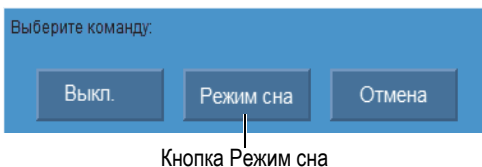

Рис. 2-3 Выбор режима сна
Появится сообщение «Выберите команду» (см. Рис. 2-3 на стр. 35).
2. Выберите **Выкл.** (см. Рис. 2-3 на стр. 35).
1. На включенном приборе OmniScan MX2 нажмите клавишу питания. Появится сообщение «Выберите команду» (см. Рис. 2-3 на стр. 35).